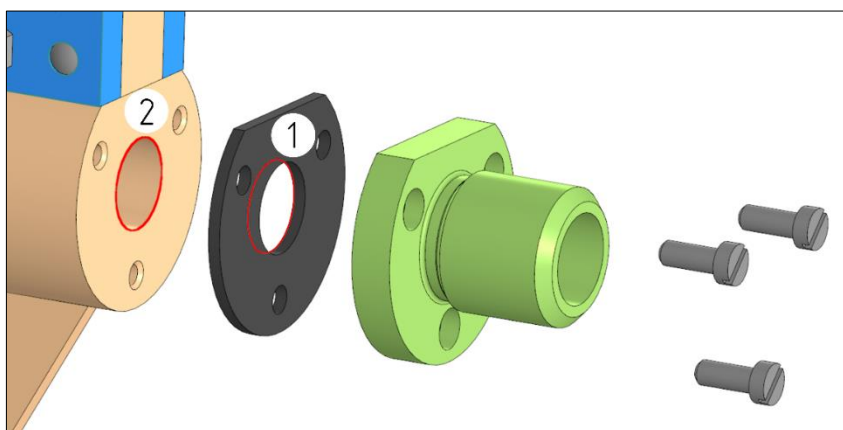

Рис. 241
Аналогично расположите компоненты *Прокладка*, $X = 35$ и *Винты*, $X = 250$, как показано на рис. 241. Это будет их положение до сборки.
Создайте траекторию перемещения *Прокладки*. Сначала добавьте точки для привязки. Вызовите команду *Точка в центре* из меню *Моделирование – Элементы каркаса – Точки*. Подведите курсор к круглому ребру большего отверстия в *Прокладке*, расположенному ближе к *Корпусу* (1) (см. рис. 241). Когда оно выделится, щелкните левой кнопкой мыши, в центре грани появится точка. Нажмите на кнопку *Создать объект* . Не прерывая команды, добавьте вторую точку в центре круглого ребра большего отверстия *Корпуса* (2). Нажмите последовательно на кнопки *Создать объект* и *Завершить* .